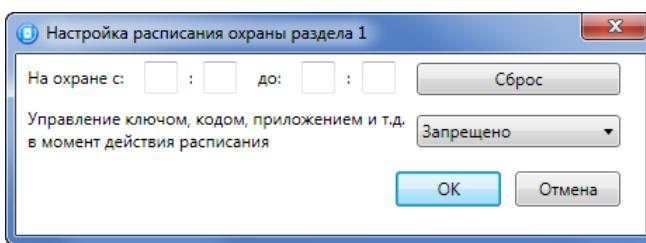

Рисунок 4.29 – Настройка расписания охраны раздела
- *Расписание:* позволяет установить интервал времени, в течение которого раздел должен находиться на охране (возможно задать не только интервал времени, но и указать только начало периода или только его конец). Персоналу объекта может быть как предоставлена возможность управлять режимом охраны раздела вручную в период действия расписания, так и запрещены любые изменения режима охраны раздела (см. рисунок 4.29).